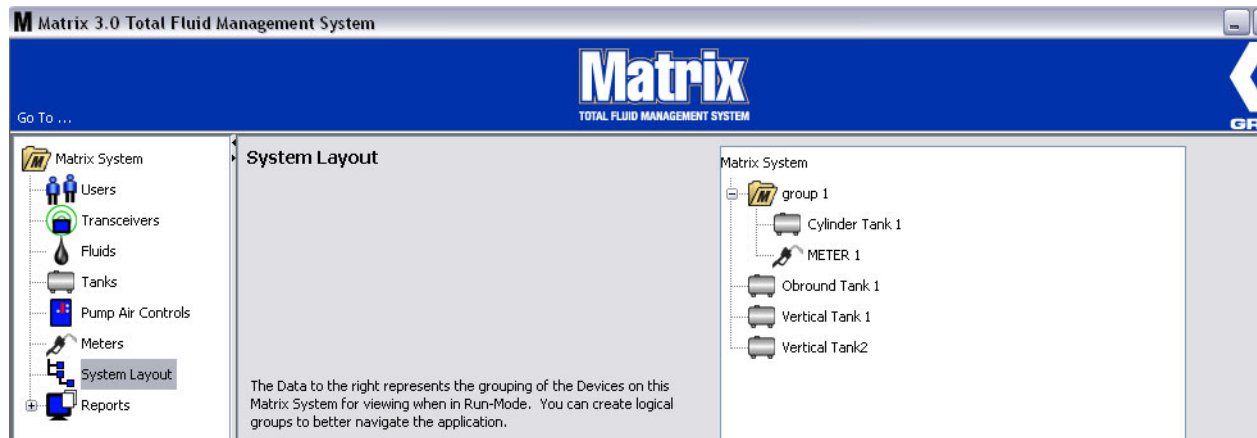

Рис. 98
11. После создания или внесения изменений в папки групп нажмите кнопку «ОК» [OK], чтобы закрыть окно и сохранить изменения. Созданная группа(-ы) отображается в столбце «Matrix System» [Система Matrix] (Рис. 98).